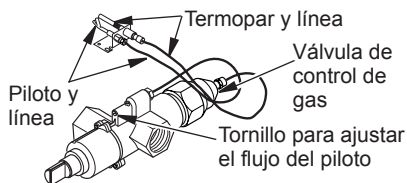

Figura 8 - Válvula de control de gas con termopar y piloto
2. Conecte la línea de gas del piloto a la salida de la válvula de control y apriétela. Conecte el temporar a la parte posterior de la válvula de control de gas. Consulte la figura 8 en la página 14. No lo apriete en exceso. Si utiliza propano o gas LP gas, consulte Cómo cambiar el orificio del piloto, en la página 17.